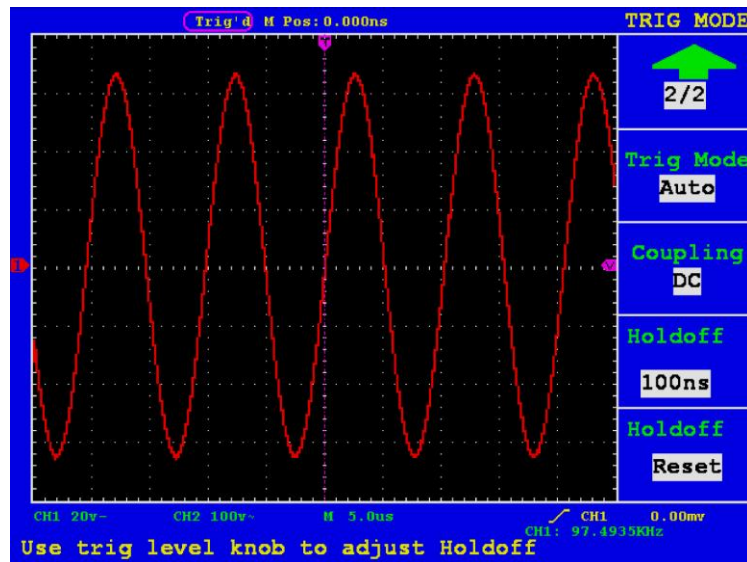

Abb. 39 Wellenform-Abstiegsflanke getriggert
8. Drücken Sie die Menüwahltaste F4, um die HoldOff-Einstellung zu wählen. Drehen Sie den Regler für „Trigger-Level“, um die HoldOff-Zeit einzustellen. Der Bildschirm wird angezeigt wie in Abb. 39.